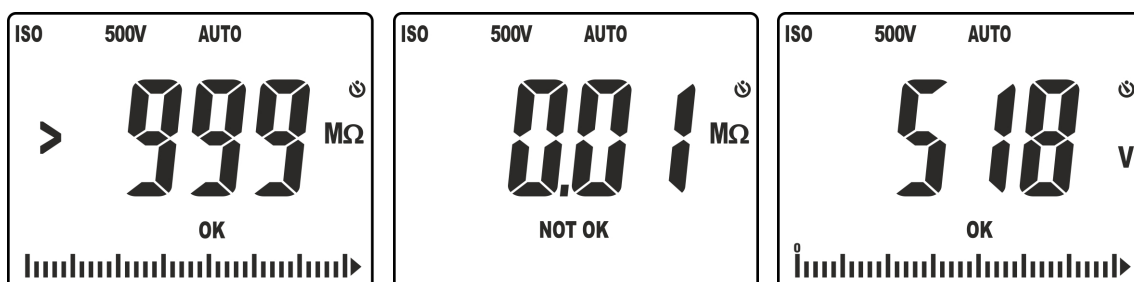

Fig. 18: Résultats de la mesure d'isolement en mode AUTO
10. La page-écran Fig. 18, à gauche, affiche la valeur de résistance d'isolement (le symbole « >999 » indique la condition de hors échelle) avec résultat positif « OK » (valeur supérieure au seuil configuré). La page-écran Fig. 18, à gauche, affiche la valeur de la résistance d'isolement avec résultat négatif « NOT OK » (valeur inférieure au seuil configuré)